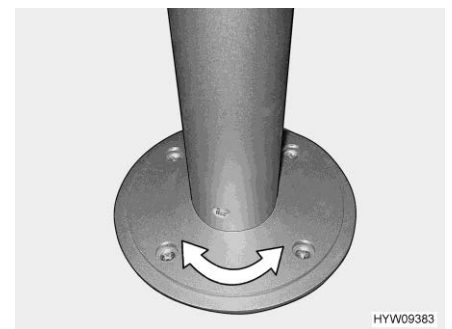

Fig. 133 Pied de table colonne (pivotant) (dépendant du modèle)
- Tourner le plateau de table dans la position désirée. Un certain effort est pour cela nécessaire car le plateau de table tourne dans le sens inverse de la résistance au frottement sur le pied de table colonne (Fig. 133).